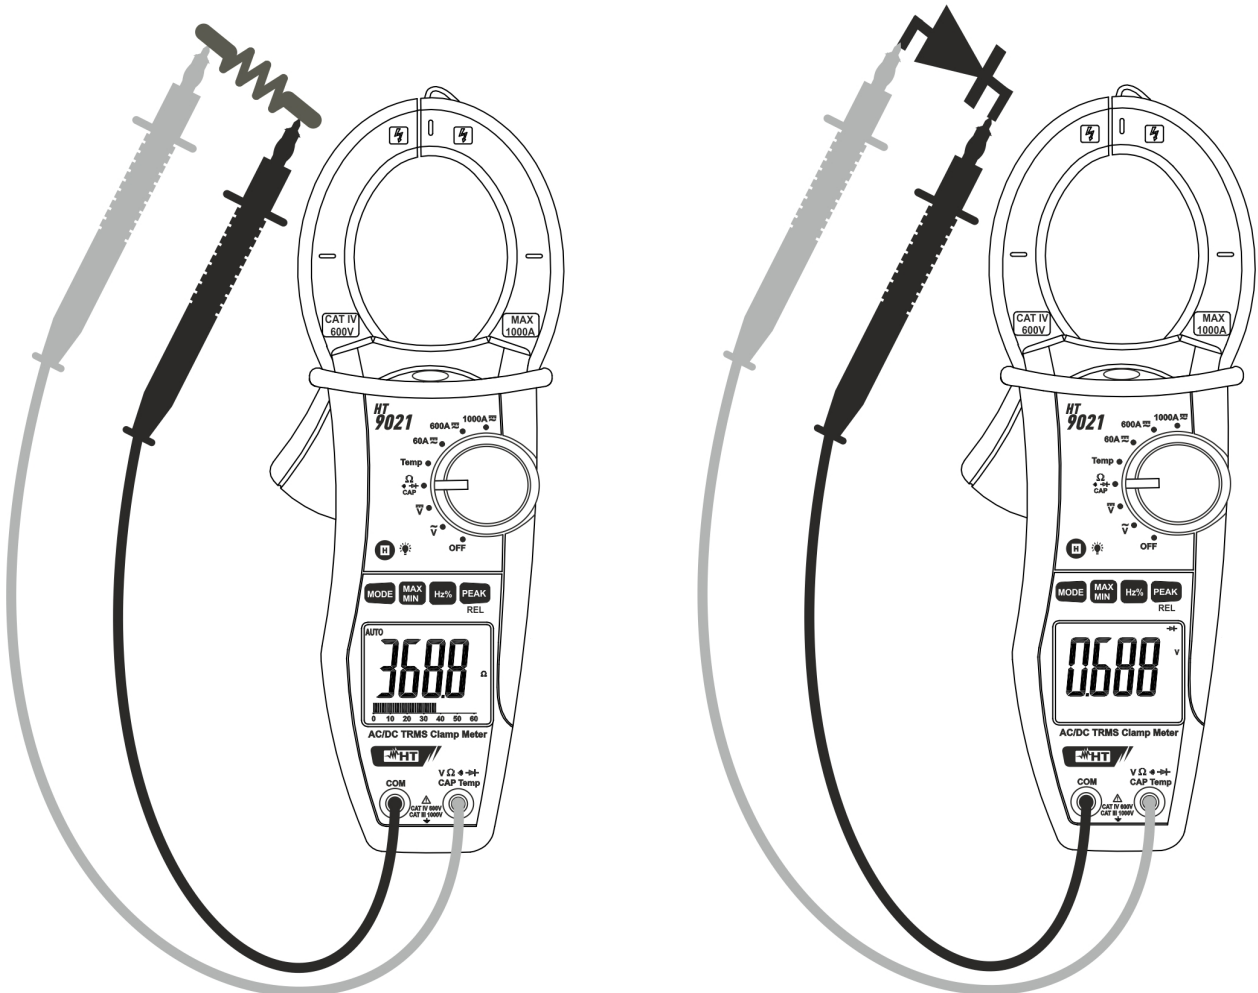

Fig. 6: Uso da pinça para Testes de continuidade e Testes de díodos
3. Inserir o cabo vermelho no terminal de entrada $V \Omega \rightarrow \text{CAP Temp}$ e o cabo preto no terminal de entrada **COM** e efectuar o teste de continuidade sobre o objecto em teste (ver Fig. 6 – parte esquerda). O indicador sonoro emite um sinal acústico quando o valor da resistência medido é inferior a cerca de 60Ω
5. Ligar a ponteira vermelha ao ânodo do díodo e a ponteira preto ao cátodo no caso de medição de polarização directa (ver Fig. 6 – parte direita). Inverter a posição das ponteiros no caso de medição de polarização inversa